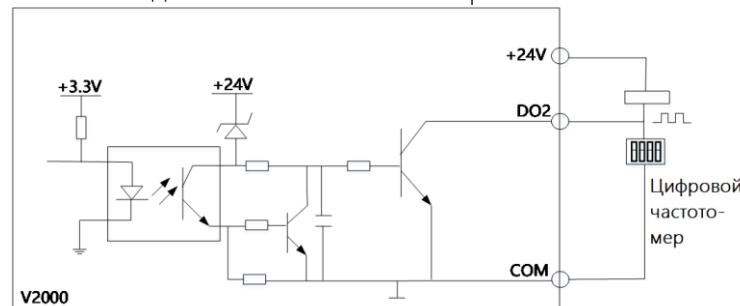

Рис. 3-15 Метод подключения 2 для клемм DO2
- Когда DO2 применяется в качестве импульсного выхода, он также может использоваться с включением питания. Подключение показано на рис. 3-15.